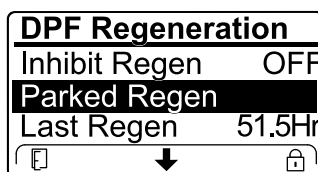

Figura 54
- Se il computer del motore richiede una rigenerazione di recupero, oppure sta eseguendo una rigenerazione di recupero, e voi scorrete il menu verso il basso fino all'opzione PARKED REGEN, la rigenerazione parcheggiata viene bloccata e l'icona di blocco (Figura 54) compare nell'angolo in basso a destra dell'InfoCenter.